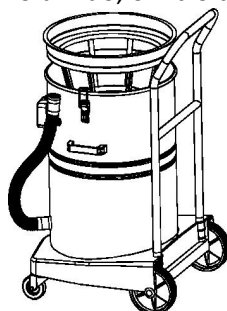

Figura 1
1. Fixe os acessórios de acordo com o trabalho de limpeza. Se for uma aspiração de pó, o filtro de pano deve ser fixado; se for um trabalho úmido, o filtro de pano deve ser removido. (Figura 1).